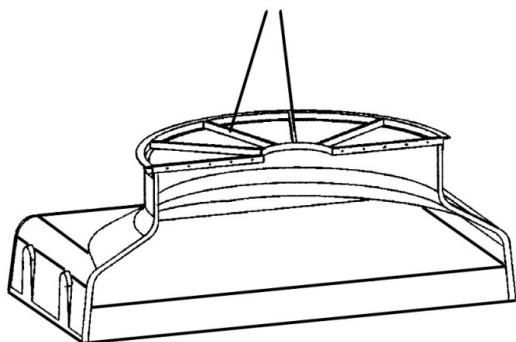

Fig. 6
- b) In the part not including the electric motor, hook a sling to two of the spokes of the fan supporting ring in the way shown in Figure 6. It can also be made through the eye bolts in the supporting ring.
- b) Dans la partie qui ne comporte pas le moteur, accrocher une élingue à deux des rayons de l'anneau support du ventilateur comme il est indiqué sur la figure 6. Aussi avec les points d'élevage de l'anneau.